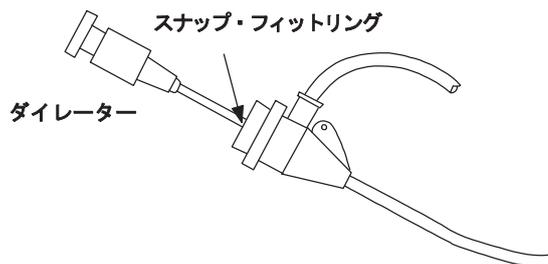

図1
- (1) 本品を包装から無菌的な方法で取り出す。
- (2) エア抜きを行うためにカニューラを逆さにしてヘパリン加滅菌生理食塩液または適切な等張液で十分にフラッシュする。
- (3) ダイレクターをシースイントロドューサーの止血弁から挿入し、カニューラのハブ固定に最後までしっかりと差し込む。(図1参照)。ヘパリン加滅菌生理食塩液または適切な等張液で十分にフラッシュする。